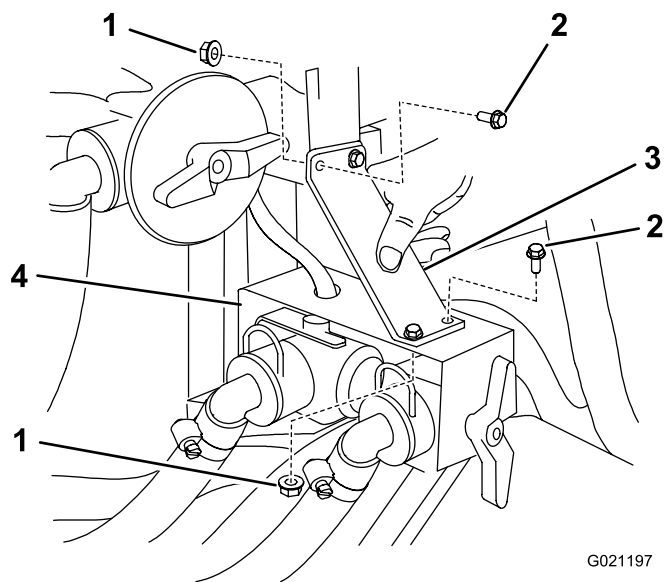

Figura 8
- Su un'irroratrice Multi-Pro (Figura 8), montate la staffa di sostegno con 4 bulloni a testa flangiata (1/4 x 3/4 poll.) e 4 dadi flangiati (1/4 poll.).